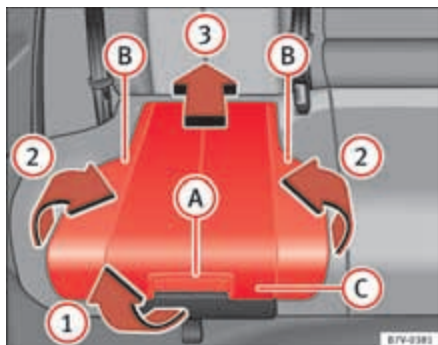

Fig. 30 Asiento integrado para niños: levantar el cojín.
- Tire del cojín hacia delante por la palanca de desbloqueo ⇒ página 55, fig. 30 **A** en la dirección de la flecha ⇒ página 55, fig. 30 **1**.
- Pliegue hacia arriba ambos lados ⇒ página 55, fig. 30 **B**, en el sentido de la flecha ⇒ página 55, fig. 30 **2**.
- Empuje hacia atrás el cojín ⇒ página 55, fig. 30 **C** en la dirección de la flecha ⇒ página 55, fig. 30 **3** hasta que se encastre.